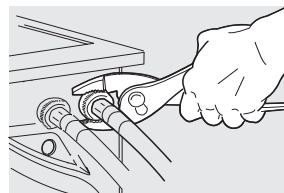

Fig. 4
4. Serrez à la main jusqu'à ce qu'ils soient bien serrés. Serrez ensuite chaque raccord d'alimentation de $\frac{3}{4}$ de tour à l'aide de pinces. **Ne pas visser en diagonale ni trop serrer ces raccords.** (Fig. 4).